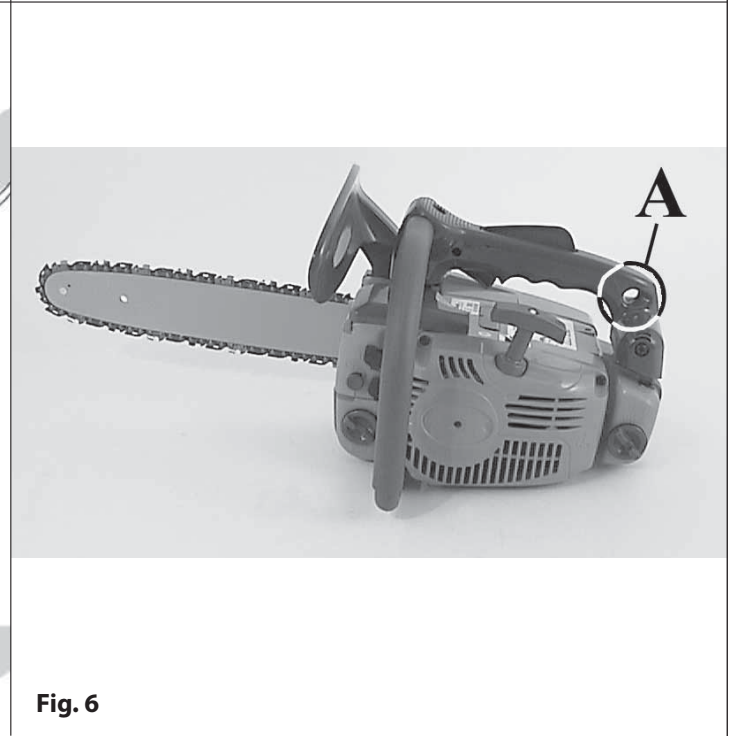

Fig. 6
- fissare la cinghia piatta sul punto di attacco sulla parte posteriore della motosega (A, Fig.6);
- a) choke the strop around the attachment point on the rear of the saw (A, Fig.6);